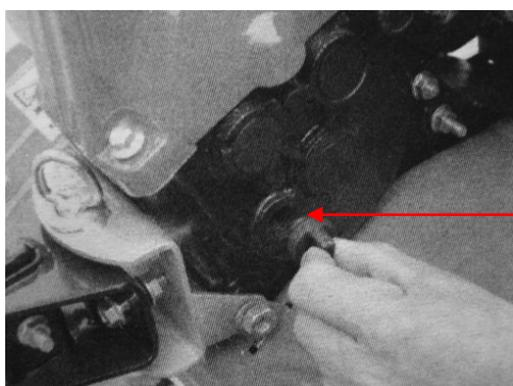

Figure 4
- Posizionare la motozappa su una superficie orizzontale e togliere il tappo (vedere Fig.4).